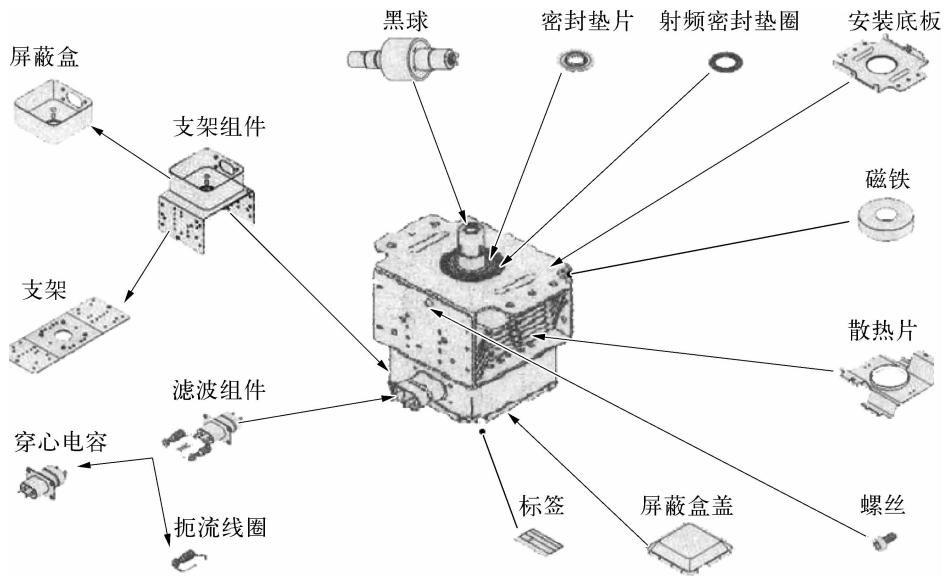

图 2-2-12 磁控管的管外结构
(1) 磁控管的管外结构 磁控管的管外结构如图 2-2-12 所示,主要由黑球、密封垫片、安装底板、磁铁、散热片、螺丝、屏蔽盒盖、滤波组件、穿心电容、扼流圈、支架、支架组件、屏蔽盒等组成。
(2) 磁控管的管内结构 磁控管的管内结构主要由黑球、白球和天线帽等组成。